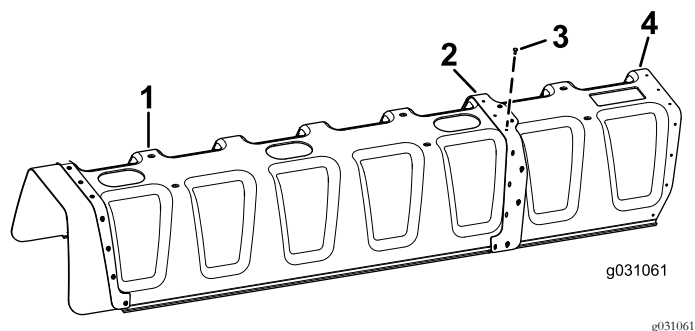

Bild 6
2. Bringen Sie 11 Blindnieten (3/16" x 1/2") und Scheiben (3/16") an der Verstärkungsplatte an; befestigen Sie die Abdeckung mit 11 Düsen an der Abdeckung mit 12 Düsen (Bild 6).